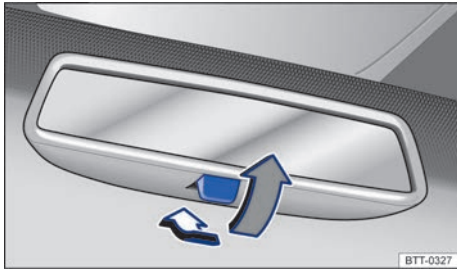

Fig. 113 En el parabrisas: retrovisor interior antideslumbrante manual.
- Para oscurecer el retrovisor, tire de la palanca hacia atrás → fig. 113.